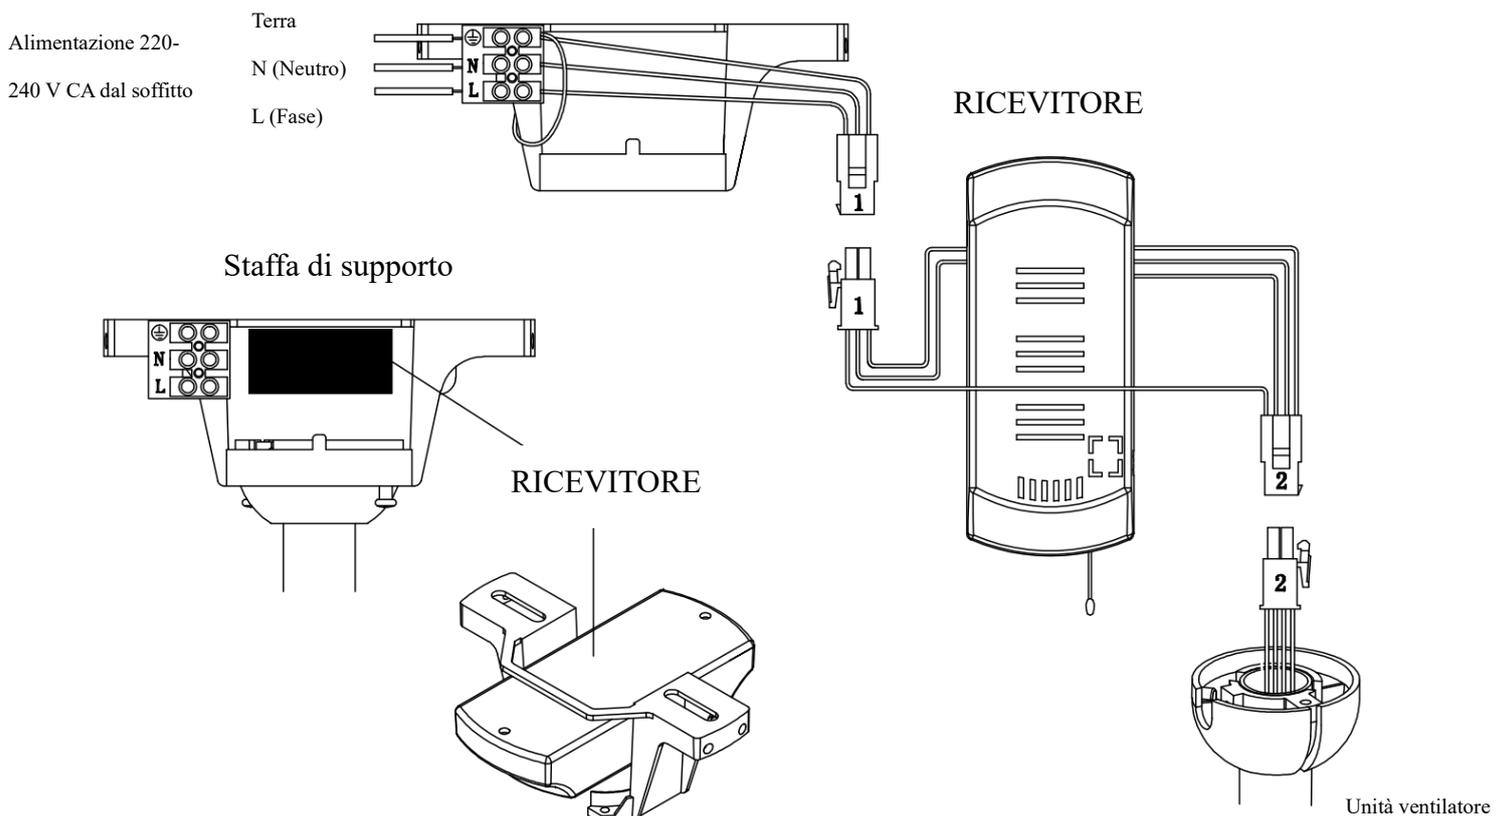

Fig. 8
Dall'impianto elettrico alla morsettiera sulla staffa di supporto (Fig. 8)
Dalla staffa di supporto al ricevitore e al motore (Fig. 8)
- Inserire con attenzione il ricevitore del telecomando sopra il giunto sferico, nello spazio rimanente all'interno della staffa di supporto. Fare attenzione a non danneggiare o allentare alcun cavo (Fig. 8).